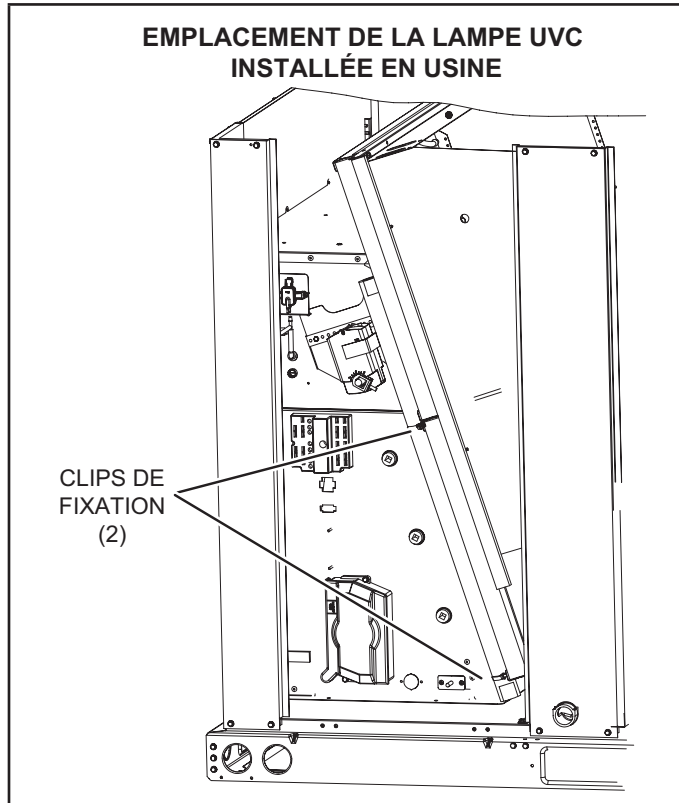

FIGURE 42
- 1 - Couper les serre-fils et retirer la lampe UVC attachée au porte-filtre. Voir la FIGURE 42.